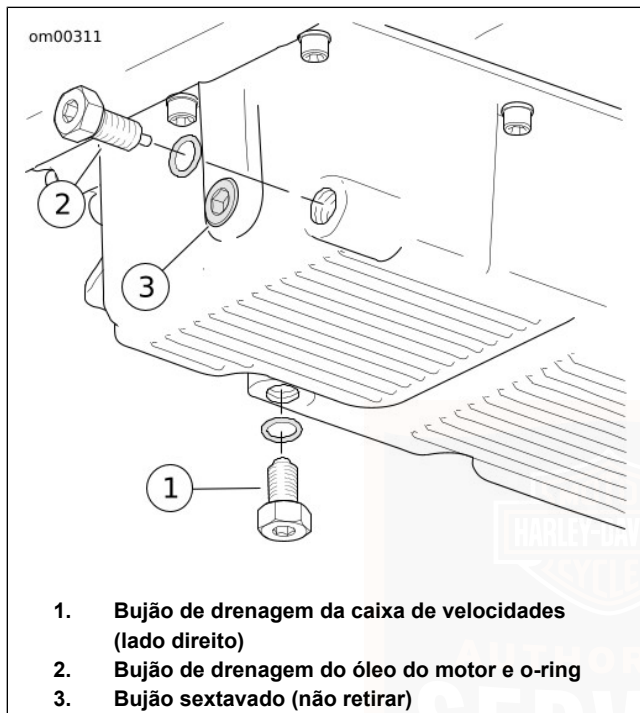

Figura 58. Cárter de óleo
2. Ver Figura 58. Remover o bujão de drenagem da caixa de velocidades. Deixar escorrer o lubrificante para um recipiente adequado.